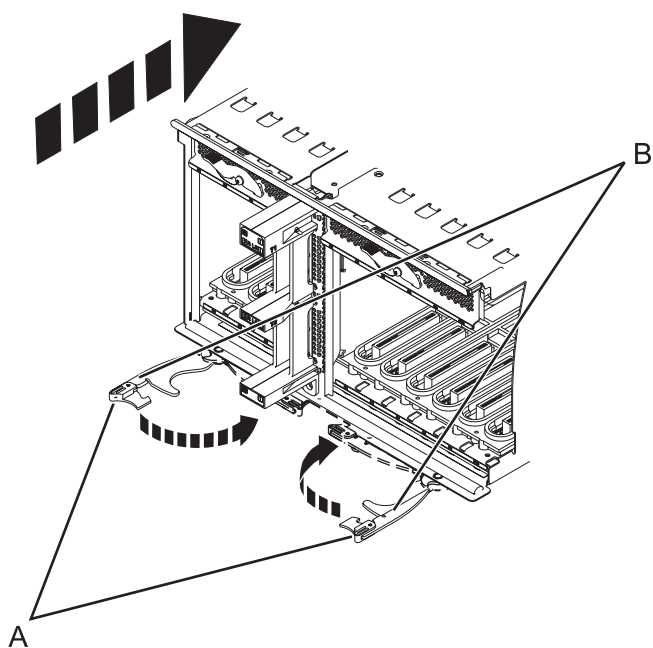

Figura 78. Instal·lació de la placa del sistema d'E/S en un model muntat en bastidor
9. Inserir la placa del sistema d'E/S fermament al servidor, com es mostra a la Figura 78 a la pàgina 120.
10. Fixeu la placa del sistema d'E/S amb les pestanyes de bloqueig (A), com es mostra a la Figura 78 a la pàgina 120.